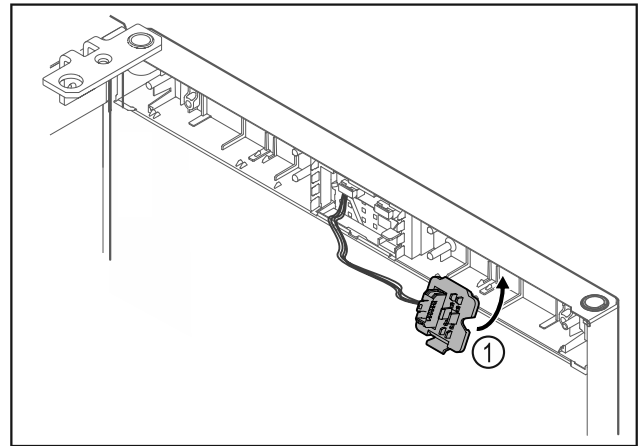

Fig. 15
- ▶ Zaistite držiak zástrčky Fig. 15 (1) na opačnej strane.